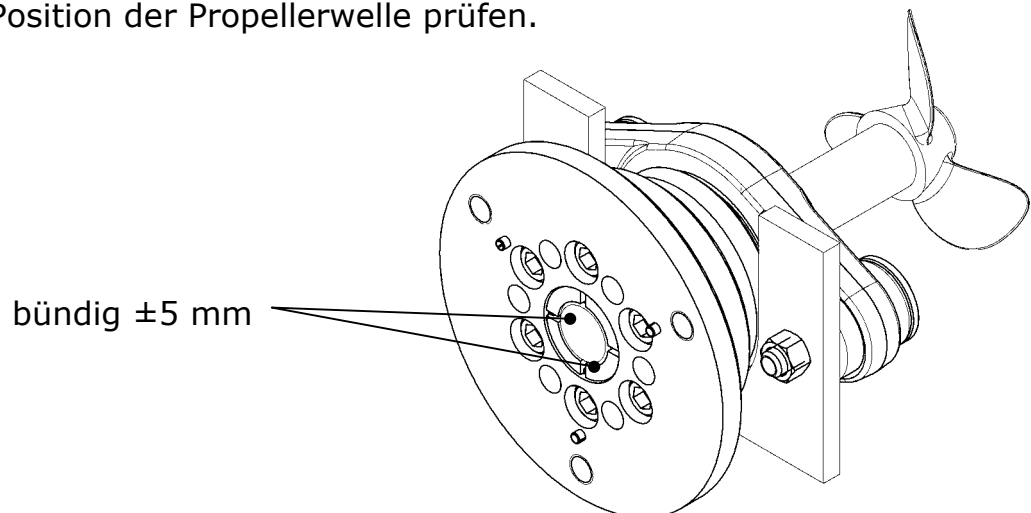

Abbildung 6-6 Propellerwelle bündig mit Schlitzbuchse nach Montage
- Position der Propellerwelle prüfen (Abbildung 6-6).